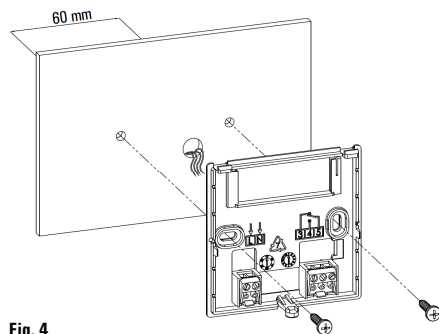

Fig. 4
- 3 Fixer la base directement sur le mur ou sur le boîtier de dérivation de 2 modules en introduisant deux vis dans les logements prévus à cet effet avec entraxe de 60 mm et en faisant attention à faire passer les câbles dans la fente selon les indications en Fig. 4.